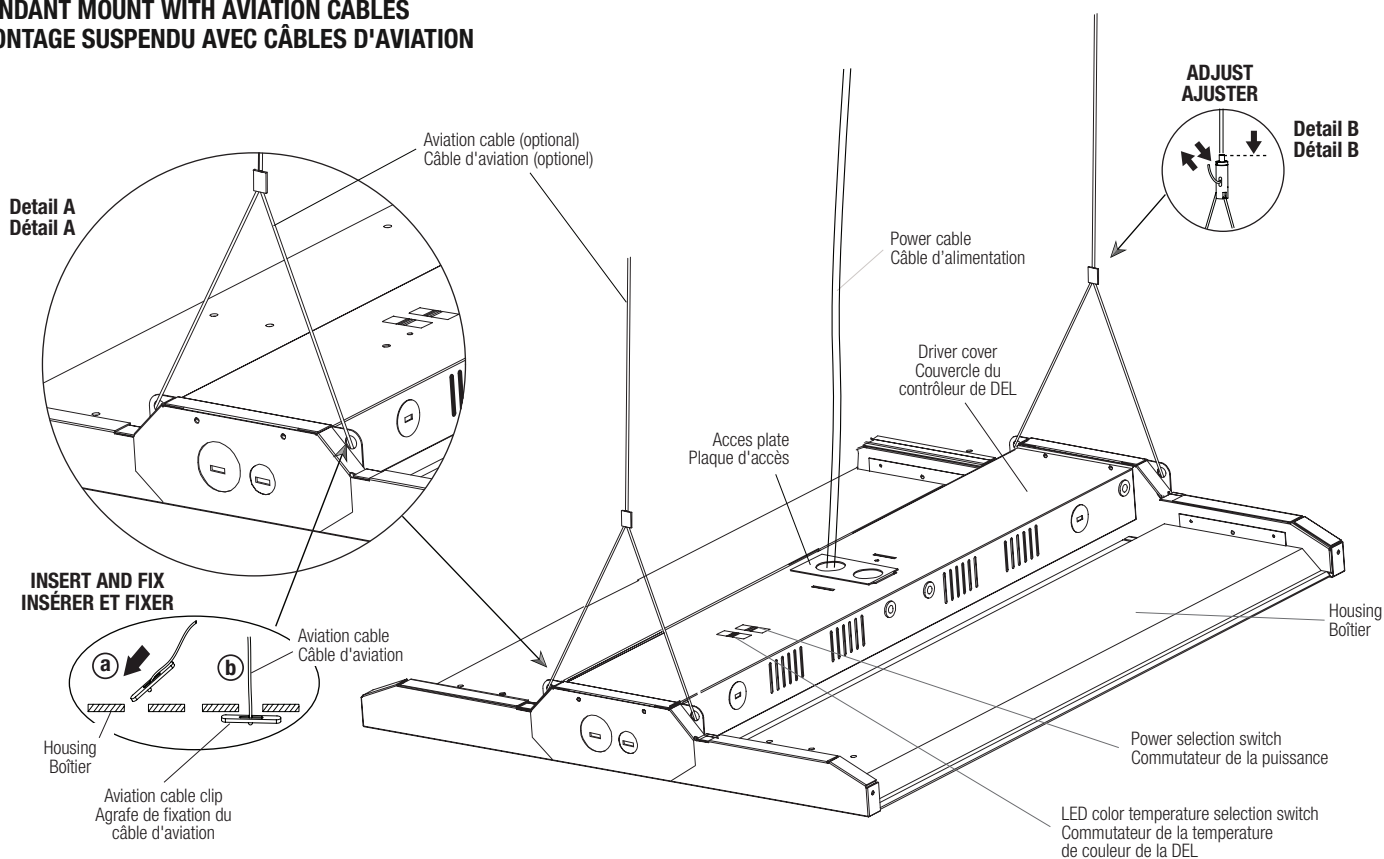

Figure 2
MOUNTING WITH AVIATION CABLES (Fig. 2)
2. Attach the two aviation cables into the holes of luminaire housing. Insert and lock securely the aviation cable clips into appropriate housing holes (Fig. 2, detail A).
4. Balance the luminaire by adjusting the length of aviation cables (use the aircraft gripper joiner as shown in Fig. 2 detail B).
MONTAGE AVEC CÂBLES D'AVIATION (Fig. 2)
2. Fixer les deux câbles d'aviation dans les trous du boîtier du luminaire (Fig. 2, détail A). Insérer et fixer les agrafes de câbles d'aviation de façon sécuritaire dans les trous appropriés du boîtier.
4. Balancer le luminaire en ajustant la longueur des câbles d'aviation (utiliser l'attache coulissante pour câbles d'aviation comme montré sur la Fig. 2 détail B).
- NOTE:** For conduit mount version remove first the side brackets and central bracket by unscrewing the two screws and four bolts, disconnect external power cable and put aside the luminaire (Fig. 2).
- NOTE :** Pour la version de montage avec conduit, enlever en premier lieu les supports de fixation latéraux et le support de fixation central en dévissant les deux vis et les quatre boulons, débrancher le câble d'alimentation extérieur et mettre de côté le luminaire (Fig. 2).